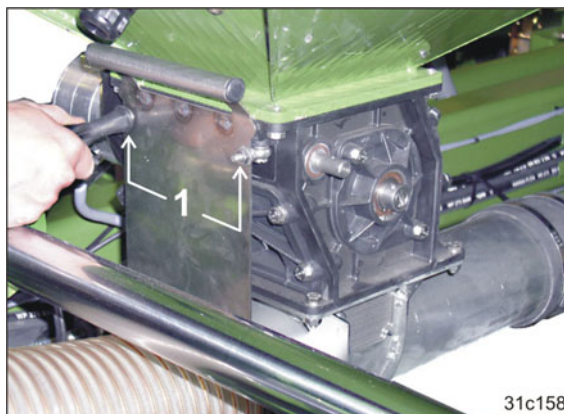

Рис. 179
- 1.2 Ослабьте две гайки (Рис. 179/1), но не откручивайте их полностью.